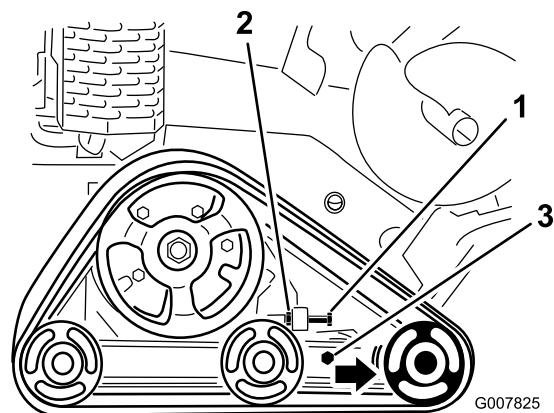

Figura 56
3. Afloje la contratuerca del perno tensor de la oruga, y los pernos de fijación del brazo tensor (Figura 56).
4. Apriete el perno tensor a entre 32,5 y 40 N·m para tensar la oruga (Figura 56).
4. Afloje el perno tensor y la contratuerca (Figura 56).
5. Afloje los pernos de fijación (Figura 56).